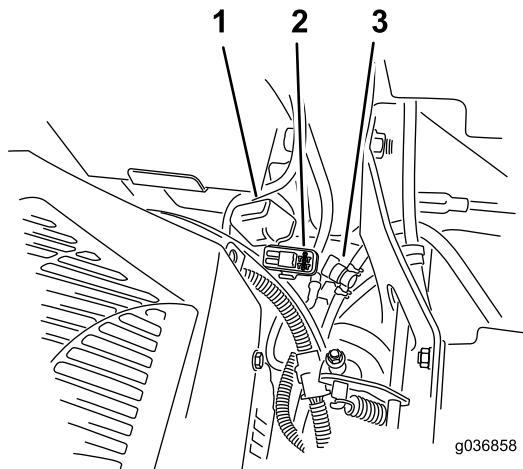

Figura 60
Nota: En máquinas MyRide, asegúrese de que el cable de tierra no roza contra el brazo arrastrado ni contra el soporte inferior del amortiguador (Figura 60).
Los fusibles están situados en la consola de la derecha, junto al asiento (Figura 60).
2. Instale un fusible nuevo (Figura 60).